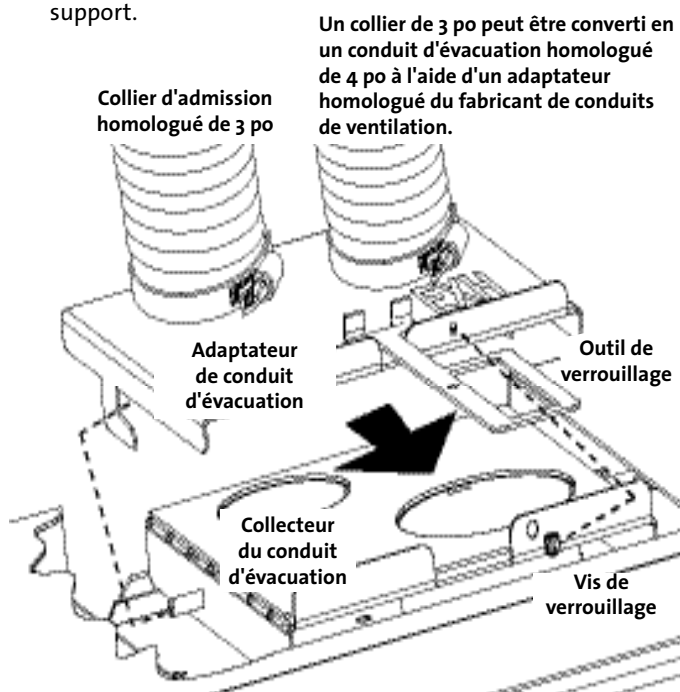

Figure 6.3. Ensemble adaptateur de conduit.
1. Référez-vous à la figure 6.3. Retirez la vis de verrouillage du panneau de l'adaptateur de conduit et détachez-la de la boîte à feu. Conservez les vis pour réinstallation.